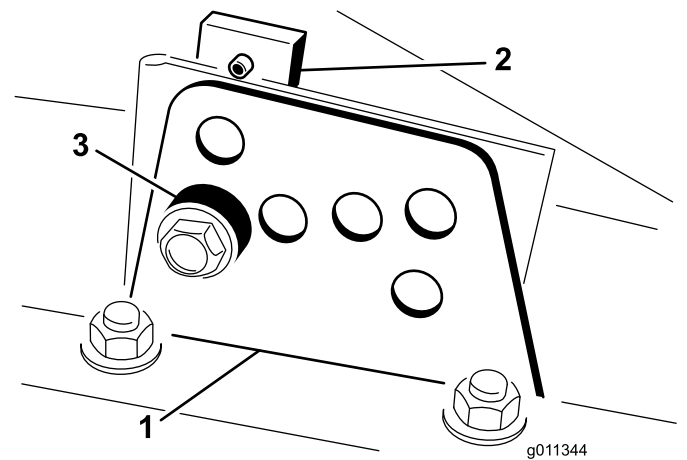

图21
- 拧松将各剪草高度支架固定至剪草高度板的螺栓前面和两侧如图21所示。
- 在支撑起切割腔的同时取出隔片(图21)。